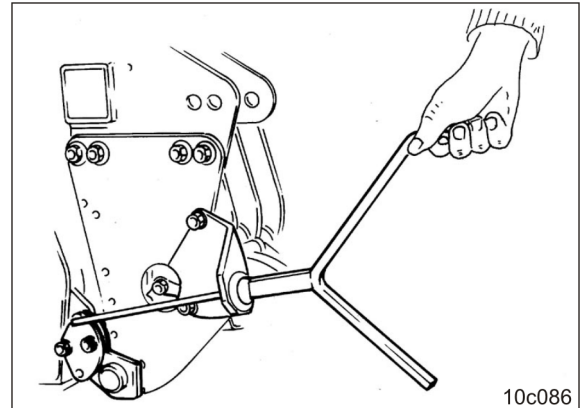

Fig. 91
1. Sæt prøvehåndsvinget (Fig. 91) på indstillingsspindlen, og indstil skærtrykket.